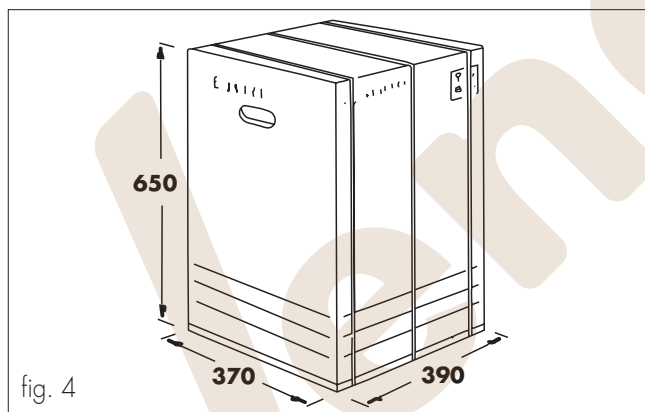

fig. 4
- El distribuidor se halla contenido en embalajes de cartón con superficie reforzada (véase fig. 4).